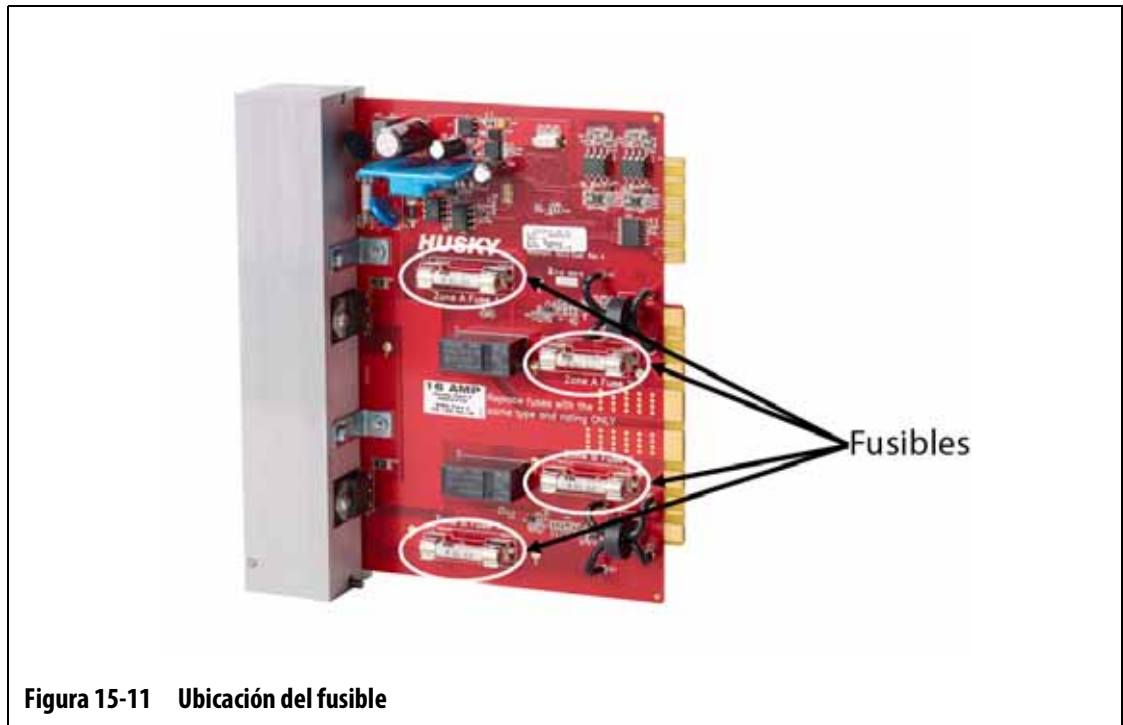

Figura 15-11 Ubicación del fusible
7. Retire el fusible que falla y sustitúyalo por uno del mismo tipo y valor nominal. Consulte la Figura 15-11.